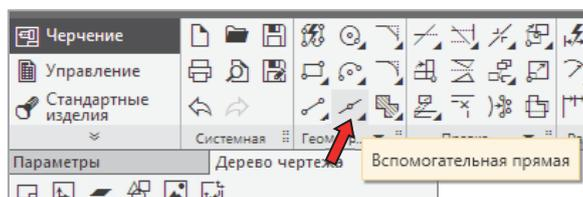

Рис. 4.3
3. С помощью тонких вспомогательных прямых (рис. 4.3, меню **Черчение** → **Геометрия** → **Вспомогательная прямая**) разметить контуры главного вида.